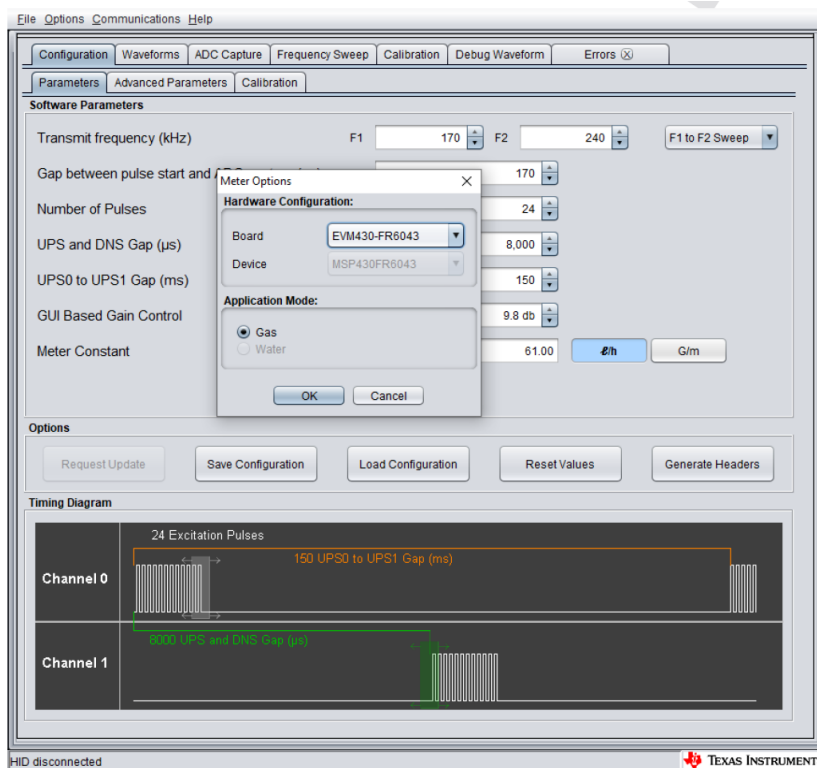

图 6 USS GUI: EVM 及应用选择
- 打开 USS GUI，选择 Options->Meter Options，在 Hardware Configuration 中选择 EVM430-FR6043，在 Application Mode 中选择 Gas。如图 6 所示。